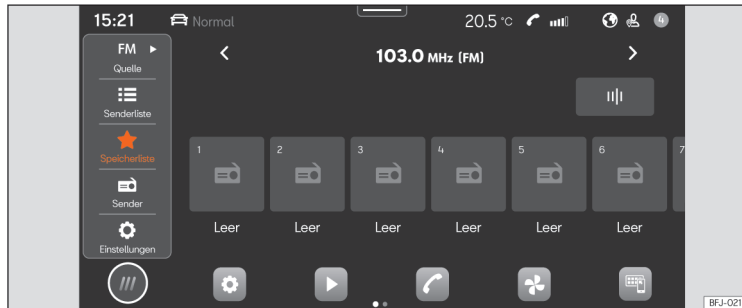

Abb. 157 Schematische Darstellung: Ansicht Radio.
- Drücken Sie **HOME** > > **Abb. 157**.